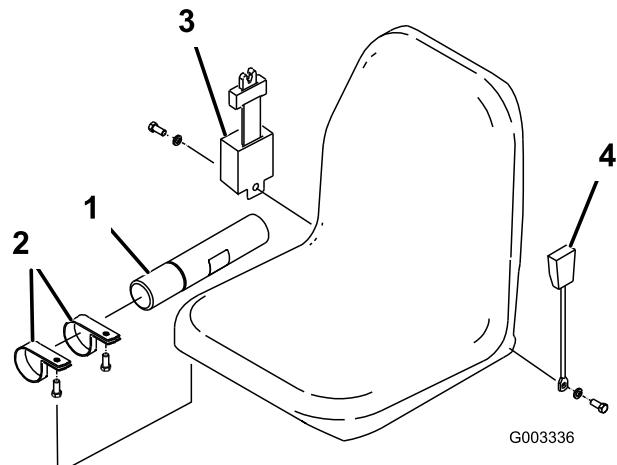

Bild 3
1. Befestigen die das manuelle Rohr mit den beiden Schellen, die lose mitgeliefert werden, an der Sitzfederung (Bild 3).
2. Montieren Sie den Sicherheitsgurt mit je einer Schraube und Sicherungsscheibe, die lose mitgeliefert werden, an beiden Seiten des Sitzes (Bild 3). Der Sicherheitsgurtretraktor muss an der rechten Seite des Sitzes und die Sicherheitsgurtschnalle an der linken Seite befestigt werden.